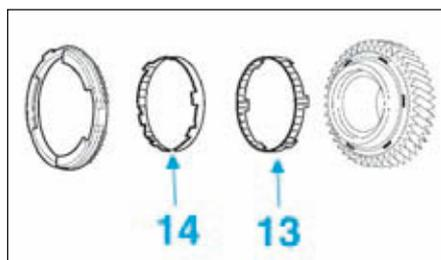

FIG.31
- Positionner les encoches de la synchronisation triple cônes (13) et (14) (Fig.31).